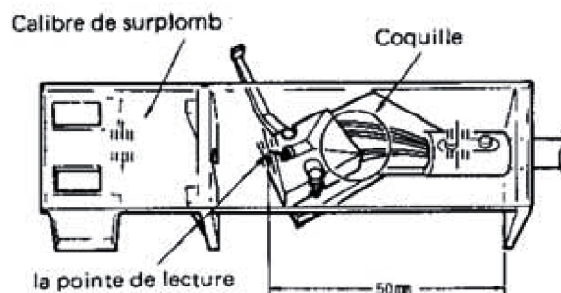
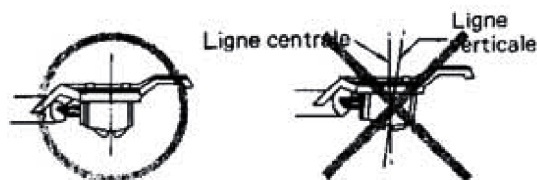

fig. 3
fig. 5
- (2) Lors de la mise en place de la cellule, serrer les vis de fixation de la cellule de façon à lui permettre de boucher légèrement. Ajuster ensuite le porte à faux de la cellule à l'aide de la jauge, en la déplaçant vers l'avant ou vers l'arrière de manière à ce que la pointe du stylus se trouve à 50 mm de l'arrière de la tête de la manière indiquée à la fig. 3. Après ceci, aligner la cellule horizontalement et verticalement avec la tête (fig. 5). Serrer ensuite les vis à fond pour bien fixer la cellule.